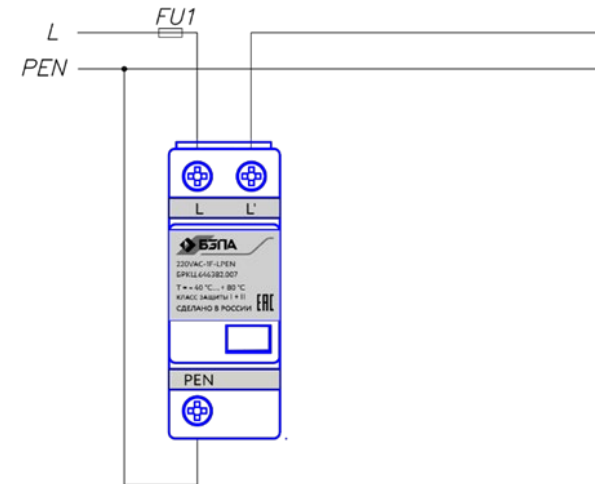

Рисунок 5 - Подключение УЗИП по схеме «V»
1.5.3 Подключение УЗИП по схеме «V» показано на рис. 5. Защитный предохранитель FU1 устанавливается на вводе в электроустановку, его номинал 63 А gG.